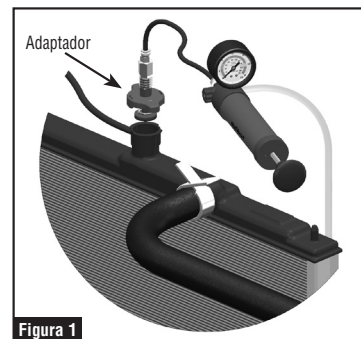

Figura 1
1. Después de realizar la inspección visual del radiador y del sistema de enfriamiento, retire con cuidado la tapa del radiador. Seleccionar Un adaptador apropiado que se ajusta al cuello de llenado del radiador. Ver figura 1.